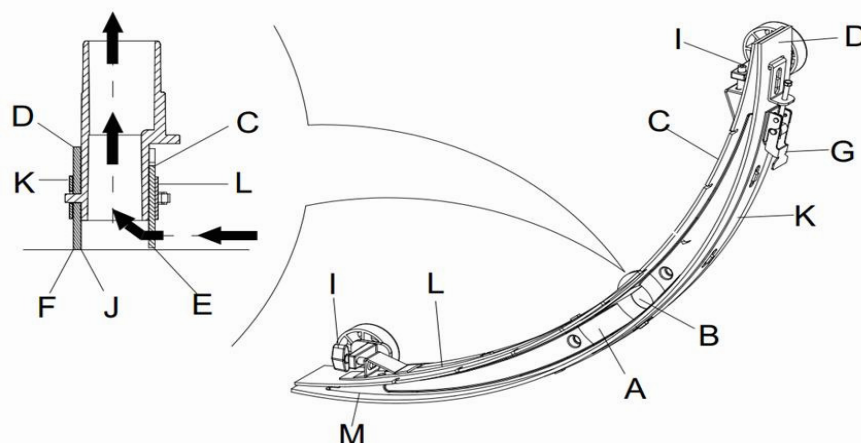

Abbildung 10
2. Drücken Sie den Netzschalter (38) auf die "O"-Position und schalten Sie das Gerät aus.
3. Lösen Sie die Feststellknöpfe (16) des Abstreifers; entfernen Sie den Anschluss für die Verbindung des Schmutzwasser-Vakuumrohrs zum Abstreifer, und entfernen Sie den Abstreifer.
4. Verwenden Sie den Hebegriff des Abstreifers (14), um den Tragrahmen des Abstreifers anzuheben.
5. Reinigen Sie den Abstreifer (**Abbildung 10**). Reinigen Sie insbesondere die Nut (**A, Abbildung 10**), und entfernen Sie Schmutz und Fragmente aus dem Vakuum-Rohr. Prüfen Sie, ob das vordere Abstreiferband (C) und das hintere Abstreiferband (D) intakt sind, und ob es gebrochenen Kanten und Risse gibt. Tauschen Sie sie, falls erforderlich, aus (siehe Schritte im folgenden Abschnitt).
1. Folgen Sie den Anweisungen, die im Abschnitt Reinigen des Abstreifers aufgeführt sind (**Abbildung 10**).
2. Überprüfen Sie die Kante (**E, Abbildung 10**) des vorderen Abstreiferbands und die Kante (F) des hinteren Abstreiferbands (D). Sie sollten über die gesamte Länge auf der gleichen Ebene liegen. Passen Sie sonst ihre Höhen durch folgende Vorgehensweise an.
- Lösen Sie die Klammer (G), um das hintere Abstreiferband (D) von der Halterung (M) zu lösen, um die Position des Abstreifers anzupassen. Arretieren Sie nach der Einstellung die Klammer wieder.
- Lösen Sie die Schraube am Griff (I), um das vordere Abstreiferband anzupassen (C); ziehen Sie die Griffschraube nach der Einstellung wieder fest.
3. Prüfen Sie, ob das vordere Abstreiferband (C) und das hintere Abstreiferband (D) intakt sind, und ob es gebrochenen Kanten und Risse gibt. Falls erforderlich, wechseln Sie sie in der folgenden Art und Weise aus. Überprüfen Sie die vordere Kante des hinteren Abstreiferbands (J), ob es abgenutzt ist. Wenn es abgenutzt ist, kann es anders herum installiert werden (die Oberkante muss intakt sein). Wenn die obere Kante ebenfalls abgenutzt ist, wechseln Sie das Band wie folgt aus:
- Öffnen Sie die Klammer (G), um das Druckblatt von der Halterung (M) zu lösen, entfernen Sie die Klammerschiene (K), und wechseln Sie dann das hintere Abstreiferband (D) aus oder drehen Sie es anders herum. Installieren Sie das hintere Abstreiferband in der umgekehrten Reihenfolge.
- Lösen Sie die Griffschraube (I) und entfernen Sie die Frontklammerschiene (L), und wechseln Sie dann den vorderen Abstreifer (C). Installieren Sie das vordere Abstreiferband in der umgekehrten Reihenfolge. Passen Sie das Niveau des hinteren und vorderen Abstreiferbands nach Austausch des Abstreiferbands (oder der umgekehrten Installation) an, indem Sie den oben beschriebenen Schritten folgen.
4. Verbinden Sie das Vakuum-Rohr (11) mit dem Abstreifer.
5. Installieren Sie den Abstreifer und verwenden Sie den Knopf (16), um ihn festzuziehen, und dann schließen Sie das Vakuum-Rohr an den Abstreifer an.
6. Falls nötig, stellen Sie den Abstreifer durch das Einstellrad (20) ein (siehe Verfahren zum Einstellen der Abstreiferposition).